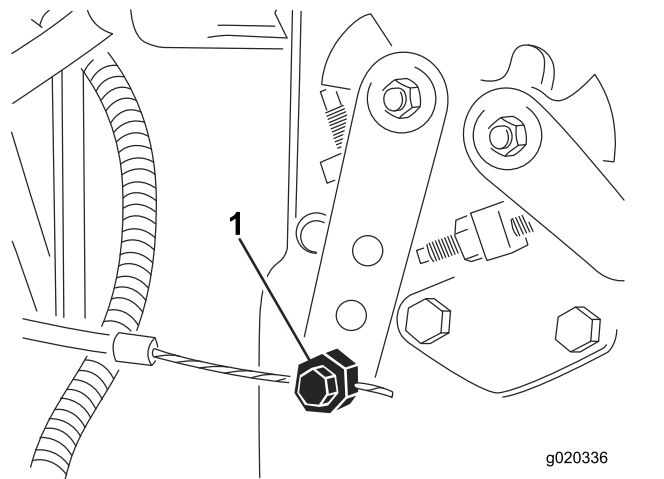

Рисунок 78
2. Ослабьте соединитель тросика дроссельной заслонки на плече рычага топливного насоса (Рисунок 78).